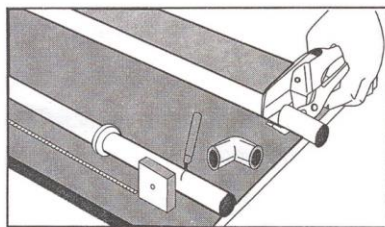

图4.3.4-2
(1) 仔细阅读焊接工具操作说明。
(2) 用切割刀将管材切成所需长度，除去毛边和毛刺，在管上标出焊接深度，同时将管件端盖按正确方向套在管材上。见表4.3.4和图4.3.4-2。